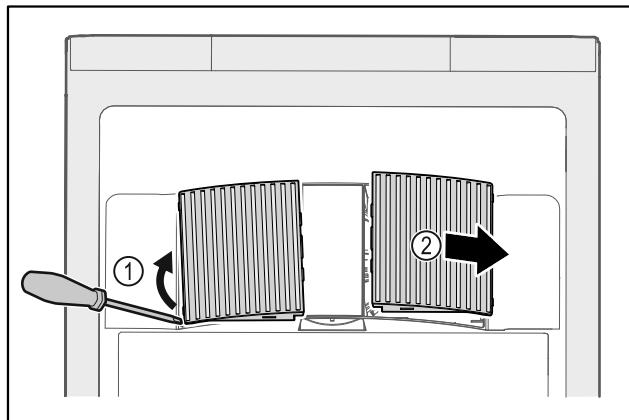

Fig. 59
- Oprezno podignite ventilatorske pokrove sa strane Fig. 59 (1) i skinite ih prema naprijed Fig. 59 (2).